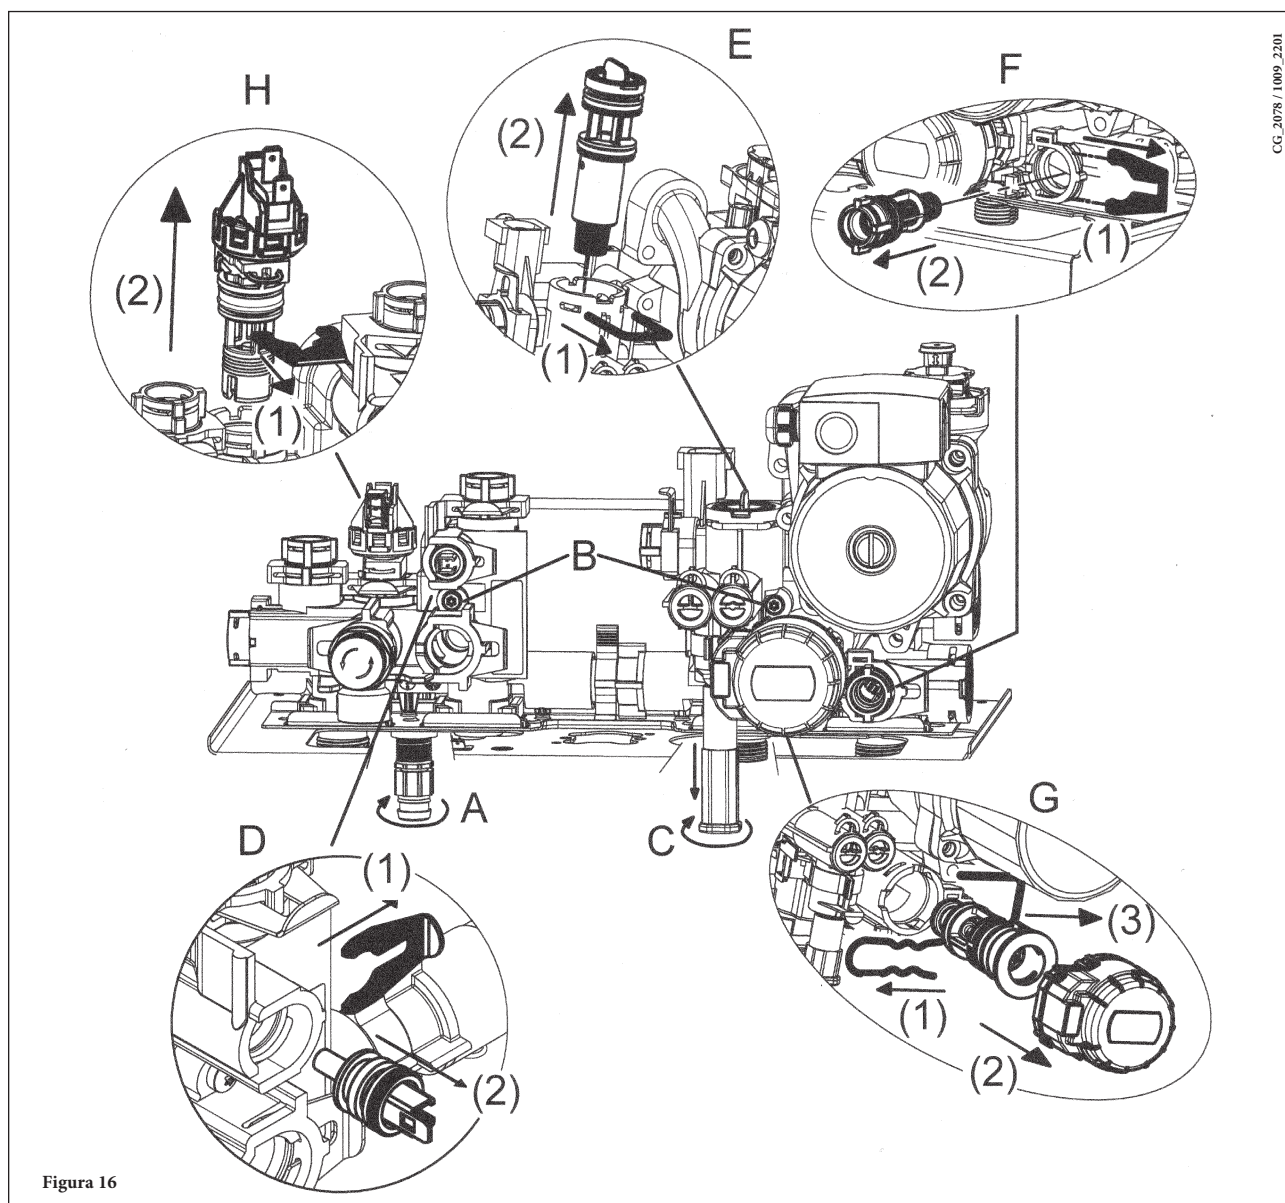

Figura 16
- evacuați apa din circuitul de încălzire deschizând robinetul A din figura 16;
- pentru a extrage cartușul cu filtrul circuitului de încălzire, mai întâi îndepărtați motorul vanei cu 3 căi (1-2G- figura 16);
- îndepărtați clipul 1E din figura 16;
- scoateți filtrele (2E, figura 16).